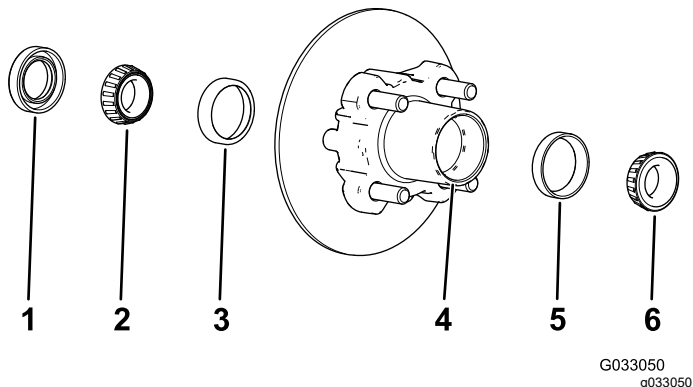

Figure 30
1. Déposez le roulement extérieur et la bague de roulement du moyeu (Figure 30).
2. Déposez le joint et le roulement intérieur du moyeu (Figure 30).
5. Éliminez la graisse, la saleté et les débris déposés à l'intérieur de la cavité du moyeu (Figure 30).
7. Remplissez la cavité du moyeu de 50 à 80 % environ avec la graisse spécifiée (Figure 30).
8. Assemblez le roulement intérieur sur la bague sur le côté intérieur du moyeu et montez le joint (Figure 30).